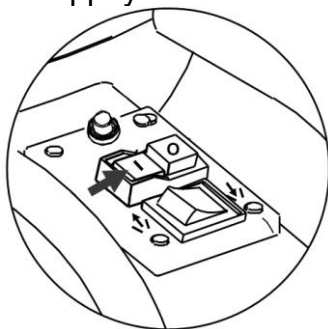

Fig.15
2. Appuyez sur l'interrupteur « I » (vert) pour mettre la machine en marche. (Fig.15)